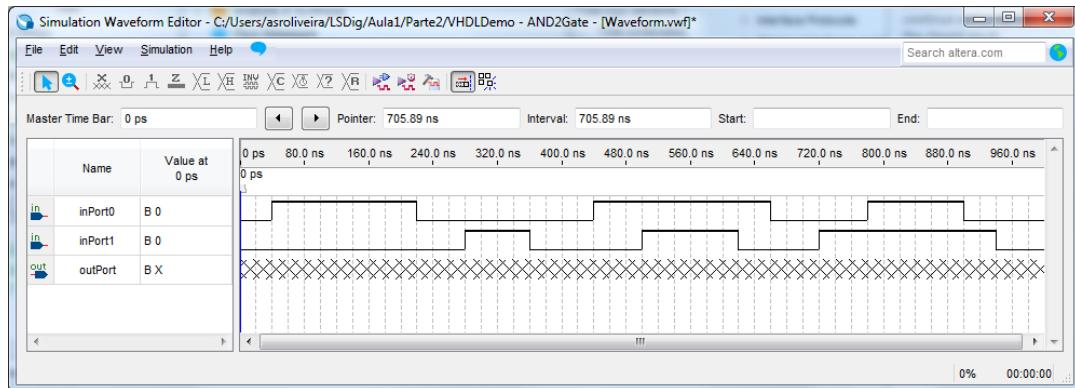

Figura 38 – Janela do simulador após a especificação das formas de onda (vetores) de entrada.
8. Após premir “OK” abrirá uma janela onde deverão ser indicados os sinais usados na simulação. À semelhança da simulação realizada na primeira parte do guião, através do menu “Edit→Insert→Insert Node or Bus”, premindo de seguida os botões “Node Finder” e “List”, selecione todos os portos de entrada e saída da “AND2Gate”. Após premir “OK” poderá especificar os valores pretendidos ao longo do tempo para as entradas da “AND2Gate”. Utilize para tal o rato, selecionando os troços do diagrama temporal do sinal pretendido com o valor lógico que deseja que ele assuma (Figura 38).